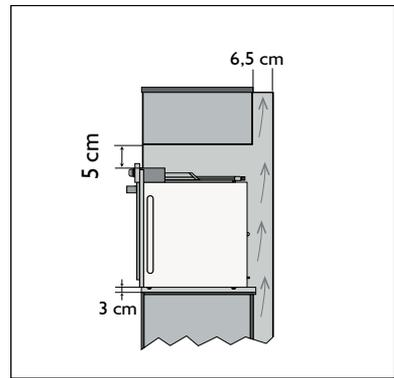

Figura 11
4. Garantice un espacio mínimo de 5,0 cm entre la tapa superior del horno y la pared superior del mueble. Igualmente se debe garantizar una distancia mínima de 6,5 cm entre el horno y la tapa posterior del mueble (ver figura 11).
5. Después de haber realizado la cavidad de empotre, apoye el horno en 2 vigas cuadradas de 3 cm (Ver figura 11). Garantizando siempre que la medida de 60,5 cm indica en la figura 7, se conserve libre.